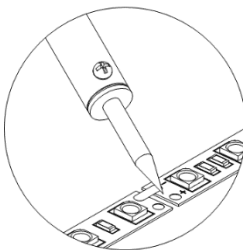

Рисунок 2.
4.4. Если необходимо соединить два отрезка ленты, следует совместить их и припаять перемычками соответствующие контактные площадки (необходимо соблюдать полярность «+» и «-») (см. Рисунок 2). При этом запрещается перегревать саму ленту и светодиоды (пайка паяльником при температуре не более 260°C, время пайки не должно превышать 10 секунд).